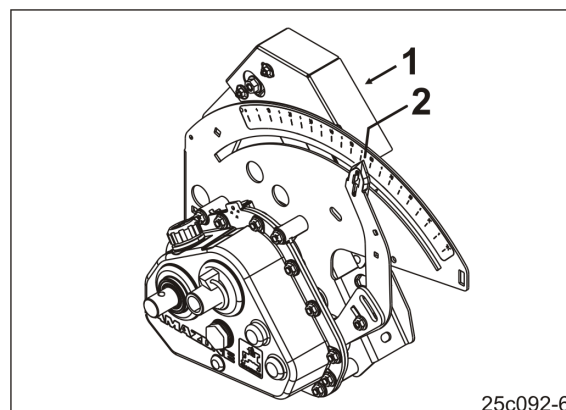

Fig. 31
avec vérin hydraulique (Fig. 31/1).
- Saisissez la valeur du repère sur l'échelle graduée (par ex. 50, voir la notice d'utilisation du semoir) (Fig. 31/2) pour le premier contrôle de débit.
- Le repère (Fig. 31/2) se déplace sur la valeur saisie sur l'échelle graduée (par ex. 50).
- L'AmaDrill+ calcule, à l'aide des données issues du contrôle de débit, la position de boîtier nécessaire. Le repère (Fig. 31/2) se déplace sur la valeur de l'échelle graduée calculée.